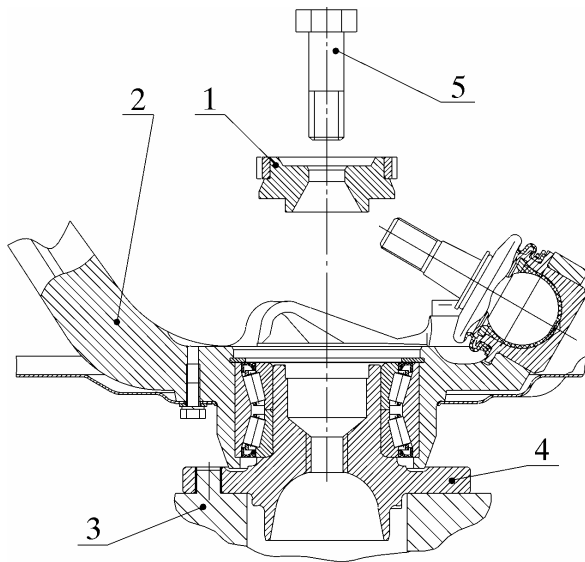

Рис. 5. Снятие упора с ротором в сборе:
4.9. Снять упор 1 (рис. 5) с ротором в сборе